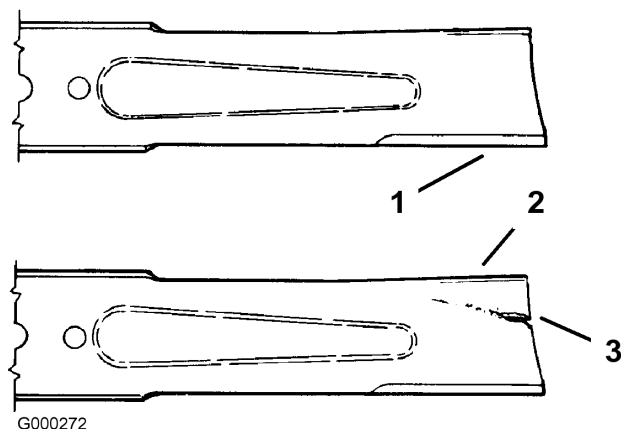

Figure 38
1. Examinez le tranchant des lames (Figure 38). Si les lames ne sont pas tranchantes ou si elles présentent des indentations, déposez-les et aiguisiez-les (voir Aiguisage des lames).
2. Inspectez les lames, surtout la partie incurvée (Figure 38). Remplacez immédiatement toute lame usée, endommagée ou qui présente une entaille (repère 3 de la Figure 38).